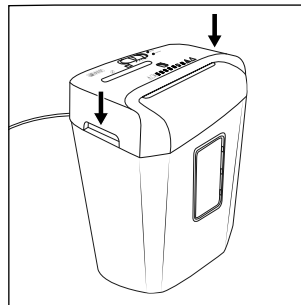

Abb. 2
- ◆ Fassen Sie den Schneidaufsatz **6** an beiden integrierten Tragemulden **8** und setzen Sie ihn so herum auf den großen Auffangbehälter **12**, dass das Netzkabel **1** nach hinten und das Sichtfenster **11** des großen Auffangbehälters **12** nach vorne zeigt (siehe Abb. 2).
- ◆ Fassen Sie den Schneidaufsatz ⑥ an beiden integrierten Tragemulden ⑧ und setzen Sie ihn so herum auf den großen Auffangbehälter ⑫, dass das Netzkabel ① nach hinten und das Sichtfenster ⑪ des großen Auffangbehälters ⑫ nach vorne zeigt (siehe Abb. 2).